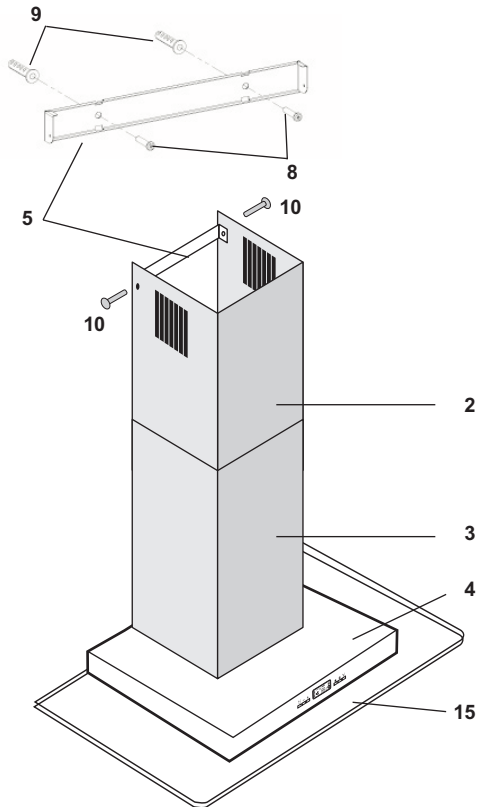

Abb. 21
Bei Umluftbetrieb: den Teleskopschaft (2) so einsetzen, dass die Luftaustrittsschlitze oben sind. (Abb. 21).